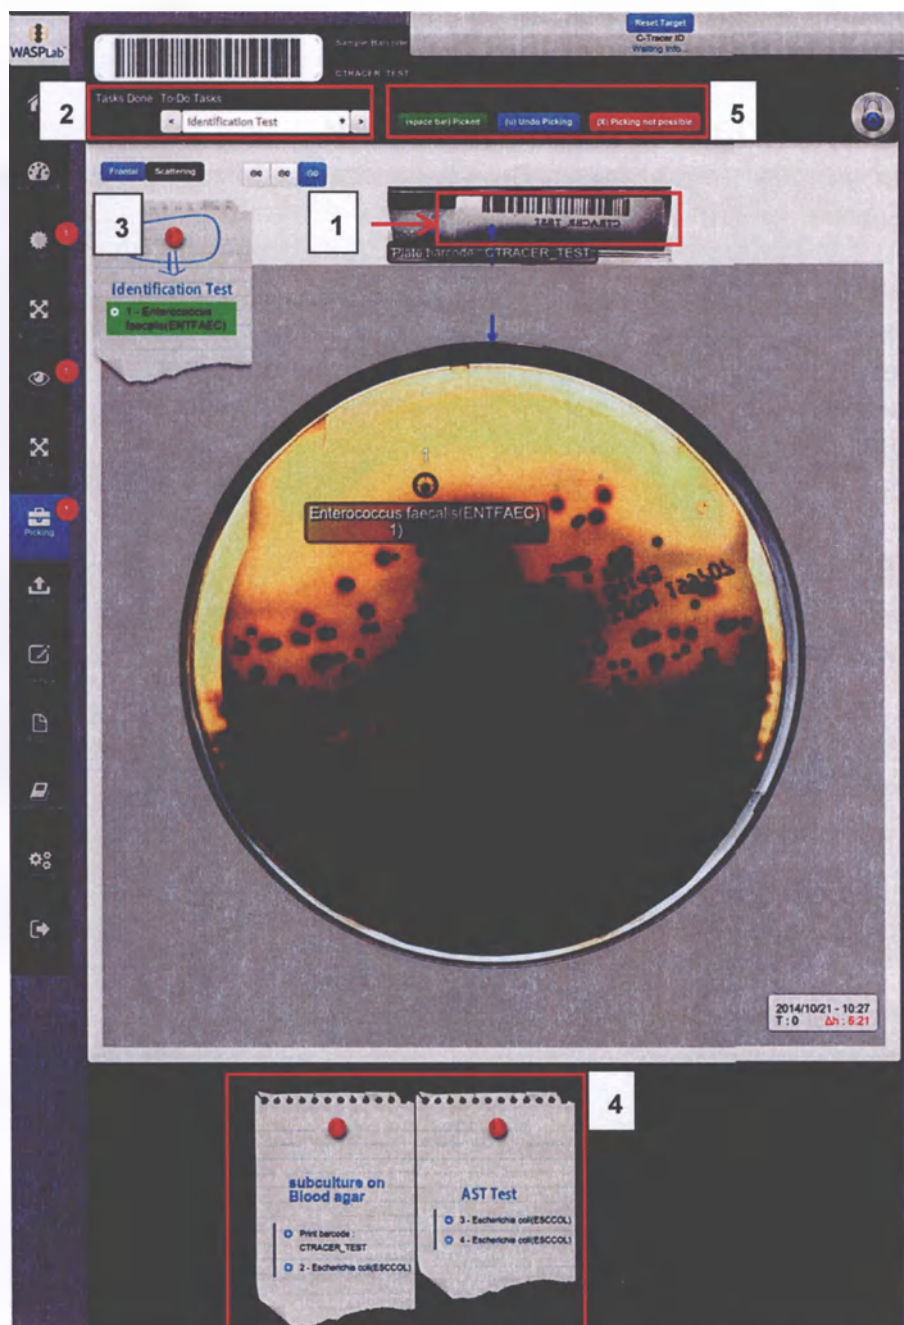

Рисунок 4.11 Размещение чашки
В верхней части экрана отображается штрих-код пластинки (1) (см. Рисунок 4.11).
Выполняемая задача показана в окне примечаний (см. Рисунок 4.11) в верхнем левом углу, подлежащие выполнению следующие задачи перечислены в нижней части страницы. Выделяемая колония обведена окружностью на пластинке на странице выделения и указывается лазером C-Tracer.